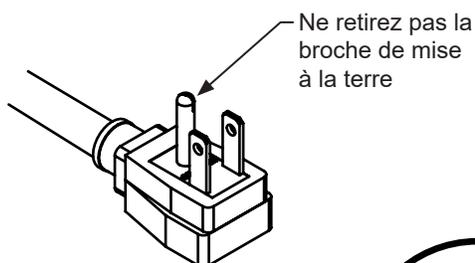

Figure 2
- Ne retirez pas la broche de mise à la terre du cordon d'alimentation. (Voir Figure 2).